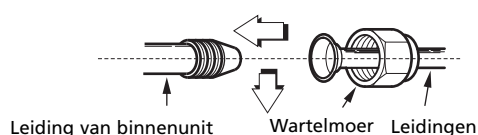

Fig. 18
- Draai de wartelmoer eerst met de hand vast en draai de moer vervolgens met een steeksleutel en een momentsleutel vast zoals getoond in Fig. 18 en 19.